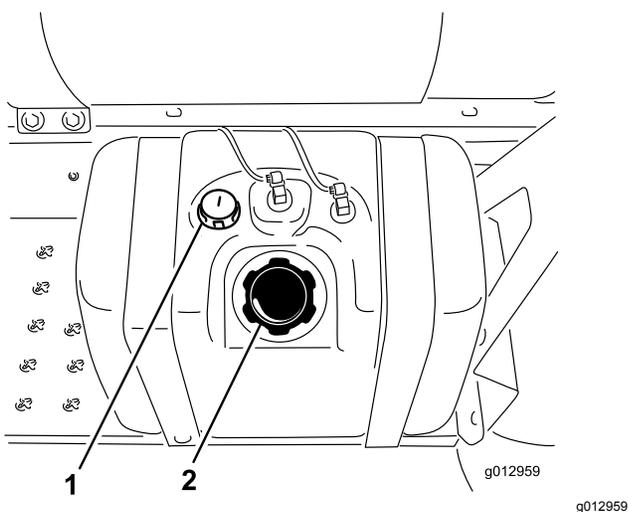

Figura 20
3. Limpe a zona em torno do tampão do depósito de combustível (Figura 20).